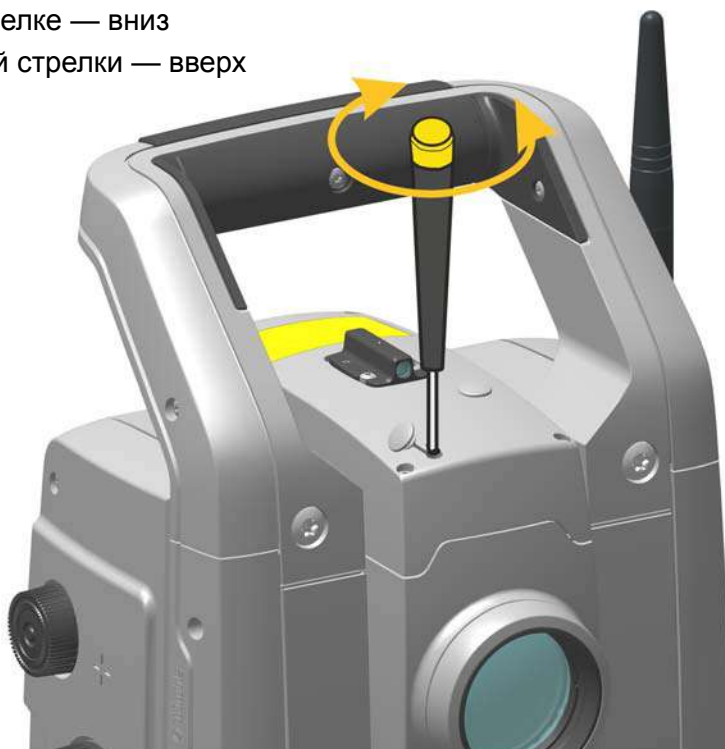

Рисунок 4.6. Юстировка положения лазерного указателя по вертикали
2. Для корректировки положения лазерного пятна по вертикали вставьте шестигранный ключ в отверстие для юстировки по вертикали и поворачивайте его, как показано на рис. 4.6.